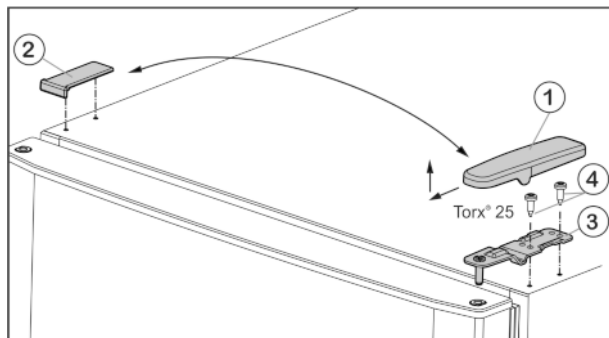
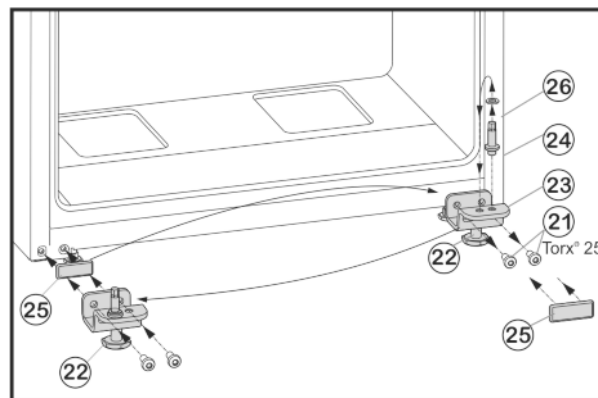

Fig. 4
Fig. 6
- ▶ Afdekking Fig. 4 (1) naar voren en boven wegtrekken.
- ▶ Afdekking Fig. 4 (2) eraf nemen.
- ▶ Bovenste lagerbus Fig. 4 (3) losschroeven (2 maal Torx® 25) Fig. 4 (4) en naar boven eraf trekken.
- ▶ Bevestigingsbouten Fig. 6 (21) losschroeven.
- ▶ Lagerboks onder Fig. 6 (23) volledig met lagerbouten Fig. 6 (24), schijf Fig. 6 (26) en stelvoet Fig. 6 (22), verwijderen.
- ▶ Lagerbouten Fig. 6 (24) volledig met schijf Fig. 6 (26) losschroeven, terugplaatsen in het tegenoverliggende opnamegat van het lagerboks en weer vastschroeven.
- ▶ Afdekplaat Fig. 6 (25) voorzichtig verwijderen en terugplaatsen op de andere zijde.
- ▶ Lagerboks onder Fig. 6 (23) volledig met lagerbouten Fig. 6 (24), schijf Fig. 6 (26) en stelvoet Fig. 6 (22) weer op de nieuwe scharnierzijde evt. met behulp van een accuboormachine **vastschroeven (met 4 Nm)**.
- ▶ Onderste deur van bovenaf op scharnierpen Fig. 6 (24) plaatsen.
- ▶ Middelste scharnierblok (13) 180° gedraaid in de onderste deur plaatsen en met bevestigingsbouten (11) (2 maal Torx® 25) op de nieuwe scharnierkant **stevig (met 4 Nm)** aandraaien.
- ▶ Kunststof ring (10) weer aanbrengen.
- ▶ Bovenste deur op het middelste scharnierblok (13) plaatsen.
- ▶ Plaats de bovenste lagerbus Fig. 4 (3) aan de nieuwe scharnierkant in de deur.
- ▶ Bovenste lagerbok **vastschroeven (met 4 Nm)**(2 keer Torx® 25) Fig. 4 (4). Eventueel een accuboormachine gebruiken.
- ▶ Afdekking Fig. 4 (1) aan de andere kant buiten plaatsen en vastklikken.
- ▶ Afdekking Fig. 4 (2) steeds aan de andere kant van bovenaf plaatsen en vastklikken.
- ▶ Stelpoot Fig. 6 (22) van onderste scharnierblok Fig. 6 (23) eruit draaien, tot deze de vloer raakt.